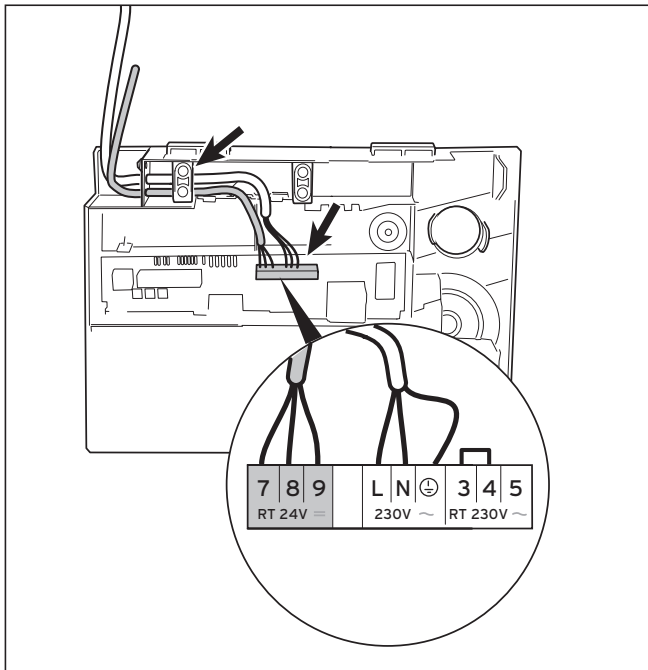

Abb. 4.8 Anschluss der Regelgeräte und Zubehöre
- Verlegen Sie die erforderlichen Leitungen zur Anschlussebene im Schaltkasten wie in Abb. 4.8 gezeigt.
- Schliessen Sie die Anschlusskabel entsprechend Abb. 4.8 bzw Tab. 4.1 und 4.2 (Seite 22) an die entsprechenden ProE-Stecker bzw. Steckplätze der Elektronik an.